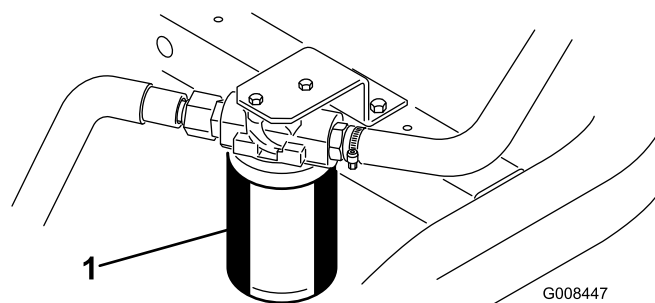

Figura 51
1. Limpe a zona em torno da montagem do filtro (Figura 51). Coloque um recipiente de escoamento debaixo do filtro e retire o filtro.